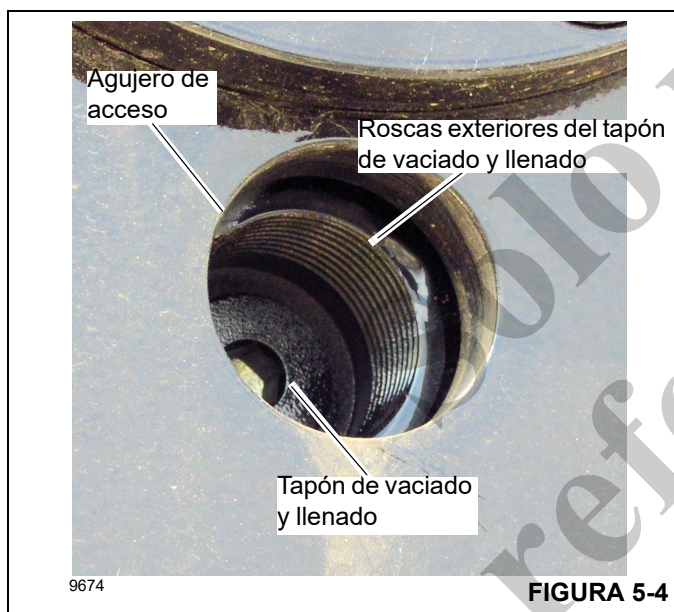

FIGURA 5-4
2. Gire el tambor del malacate de modo que el tapón de vaciado y llenado (Figura 5-4) quede alineado con el agujero de acceso para vaciado de aceite en la posición de las 6 horas (3, Figura 5-3).
3. Instale un tubo corto de 1 pulg (25 mm) en las rocas exteriores del tapón de vaciado y llenado (Figura 5-4).
2. Usando una llave Allen de 5/16 pulg (8 mm), retire el tapón de vaciado y llenado (Figura 5-4).
5. Usando una llave Allen de 5/16 pulg (8 mm), instale y apriete el tapón de vaciado y llenado (4, Figura 5-4). Apriete el tapón de vaciado y llenado a un par de 67.8 Nm (50 lb-pie).